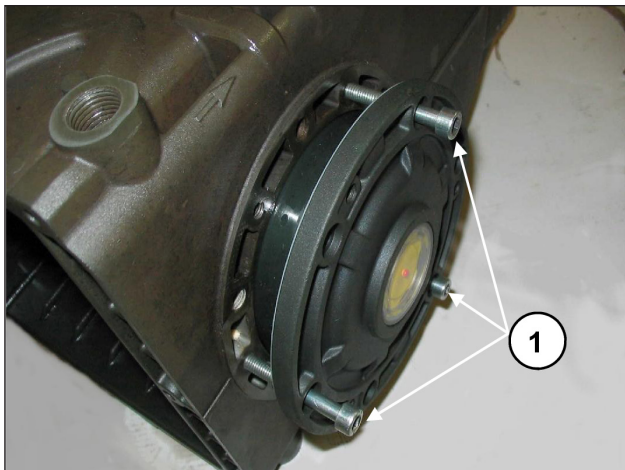

Fig. 8
Para facilitar la introducción del primer tramo y de las tapas sobre el cárter, se recomienda utilizar 3 tornillos M6 x 40 parcialmente roscados, (Fig. 8, pos. ①) para después completar la operación con los tornillos incluidos en la dotación (M6x18).